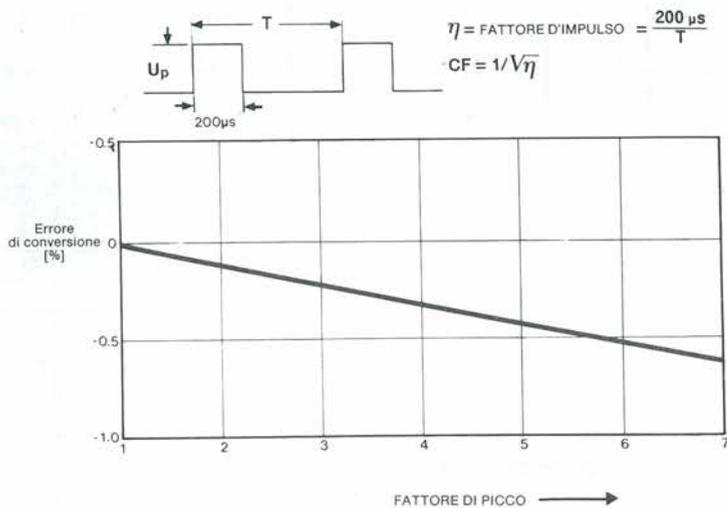

Figura 4. Correlazione tra il fattore di picco del segnale d'ingresso e l'errore di conversione del circuito integrato AD636JH.
**Fattore di picco.** Come già stabilito in Tabella I, il fattore di picco di un'onda rettangolare è inversamente proporzionale al suo rapporto d'impulso. La Figura 4 mostra la percentuale dell'errore di conversione in funzione del fattore di picco.